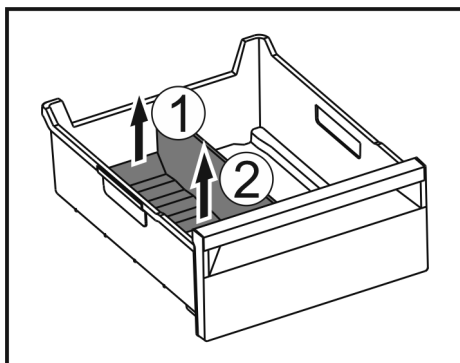

Fig. 114
- Hinteren Teil des Eisfach-Trenners anheben. Fig. 114 (1)
- Eisfach-Trenner nach oben entnehmen. Fig. 114 (2)